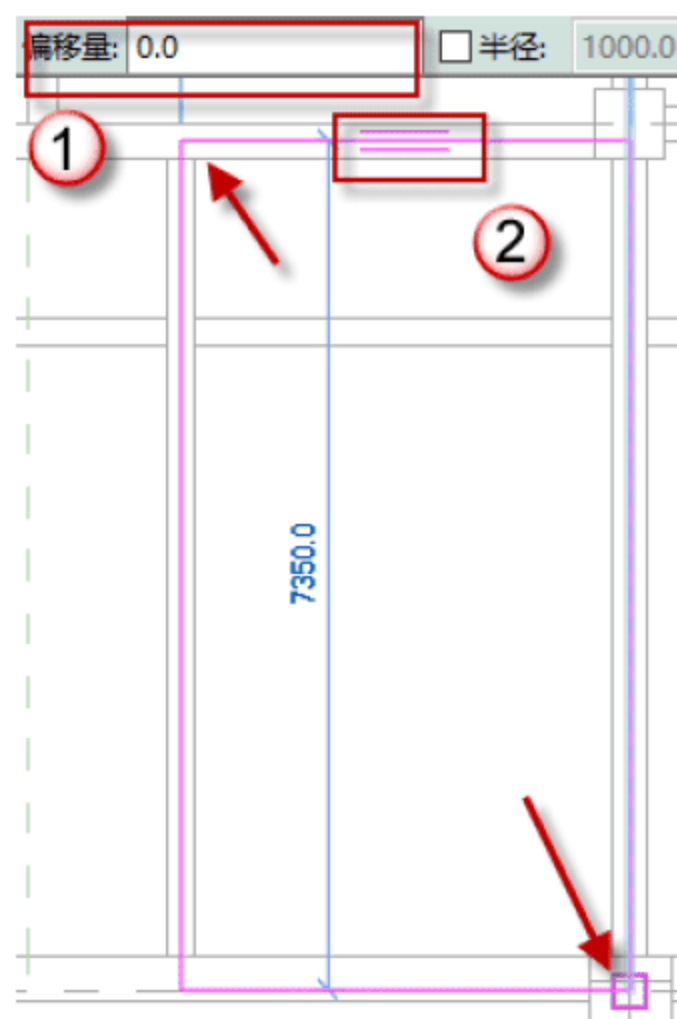

图 4.3.25 绘制 12 号板
(25) 绘制 12 号板, 单击“矩形”选项, 绘制 12 号板, 调整跨方向, 将偏移量设置为 0, 单击 √ 按钮, 完成绘制, 如图 4.3.25 所示。